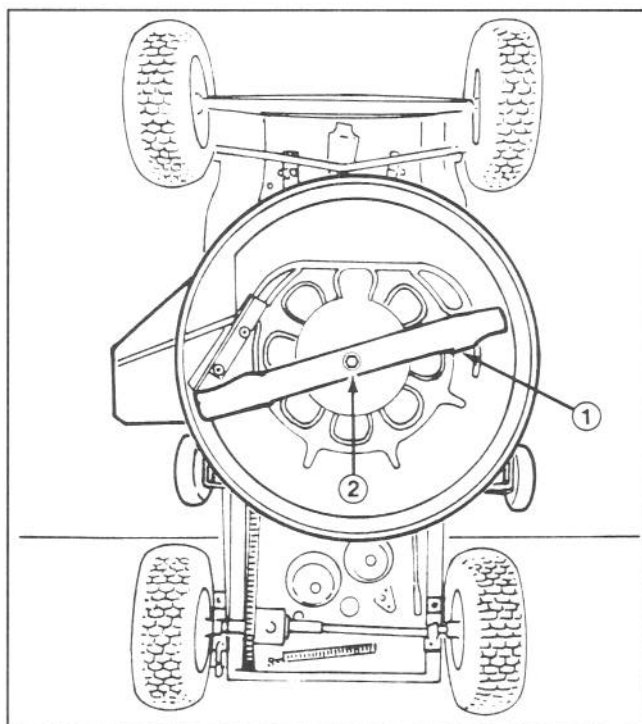

Figure 15
6. Saisir l'extrémité de la lame à l'aide d'un chiffon ou d'un gant épais. Puis enlever le boulon de la lame, la rondelle et la lame (Fig. 15).
9. Remettre l'un après l'autre, la lame, la rondelle et le boulon de la lame (Fig. 15). Serrer le boulon de 6,2 à 8,1 kg/m.
6. Enlever l'herbe coupée et les saletés qui adhèrent aux parois internes du carter de la tondeuse (Fig. 15), à l'aide d'un tuyau d'arrosage. Gratter toute herbe ou saleté que l'eau n'a pas éliminée, puis laver à nouveau le carter.
7. La machine étant debout, vérifier l'état de la lame (Fig. 15).